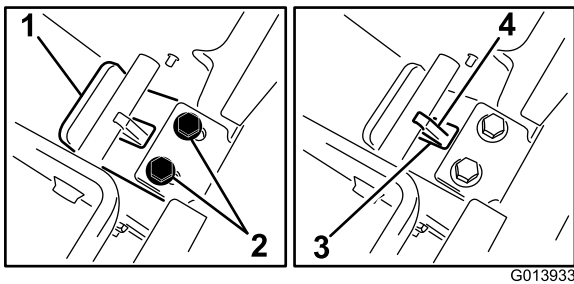

Bild 15
5. Während Sie den Druck auf der Rückplatte beibehalten, lassen Sie die Zunge auf Sie zu gleiten, bis die Lippe der Zungenpatte die Querstrebe berührt (Bild 15).